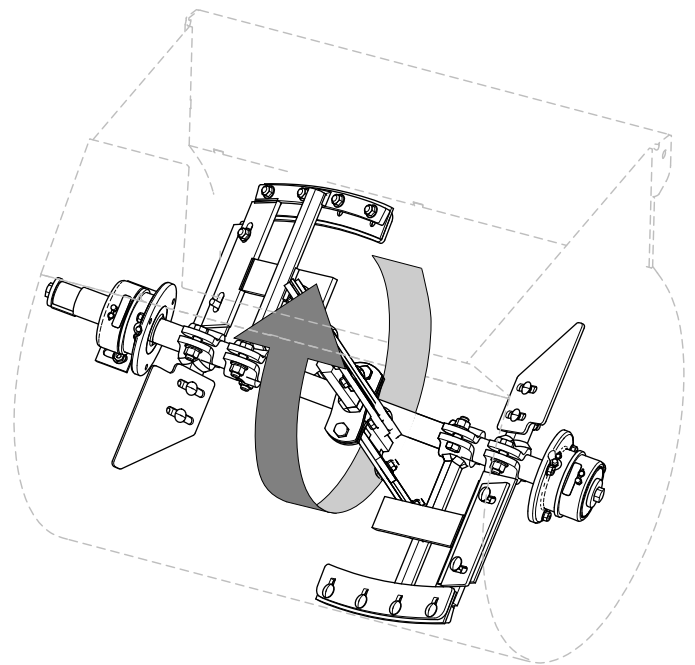

Figure 72
1. Faites tourner la pale de la rangée de pales gauche dans la cuve et localisez dans la cuve la plus petite distance entre la paroi et le racloir de la pale (Figure 72).